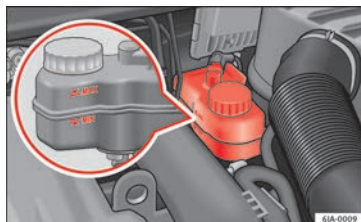

Fig. 208 Vano motor: depósito del líquido de frenos.
- Verifique el nivel de líquido de frenos en el depósito » fig. 208. El nivel debe encontrarse entre las marcas “MIN” y “MAX”.